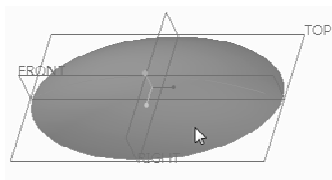

图 7-117 选择要偏移的面组
- 1 在模型窗口中单击如图 7-117 所示的面组，接着在功能区的“模型”选项卡的“编辑”面板中单击“偏移”按钮，打开“偏移”选项卡。